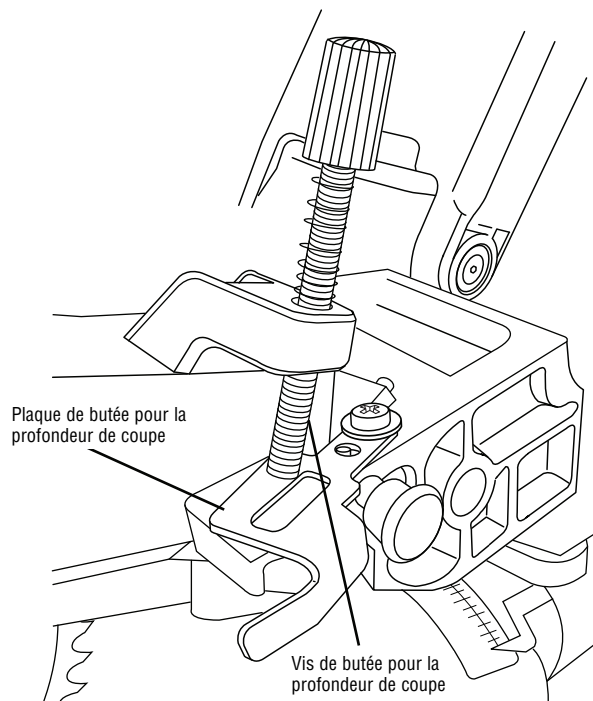

Figure 17
2. Tirez sur la plaque de butée pour la profondeur de coupe afin de la faire sortir de la tête de la scie (Figure 17).